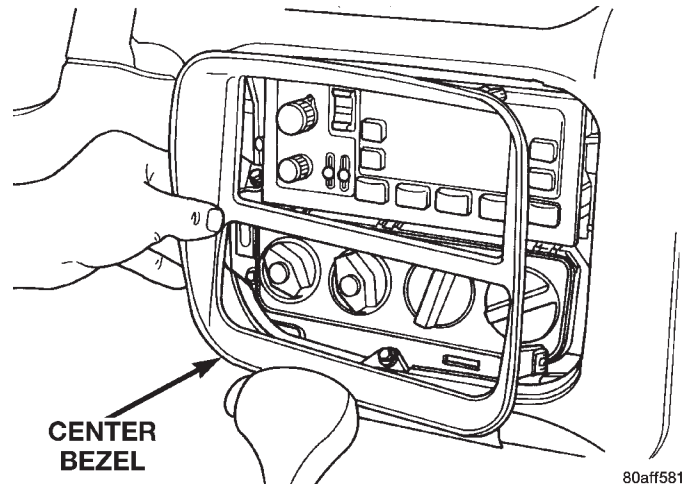

Fig. 20 Center Bezel
- (7) Pull center bezel off (Fig. 20).